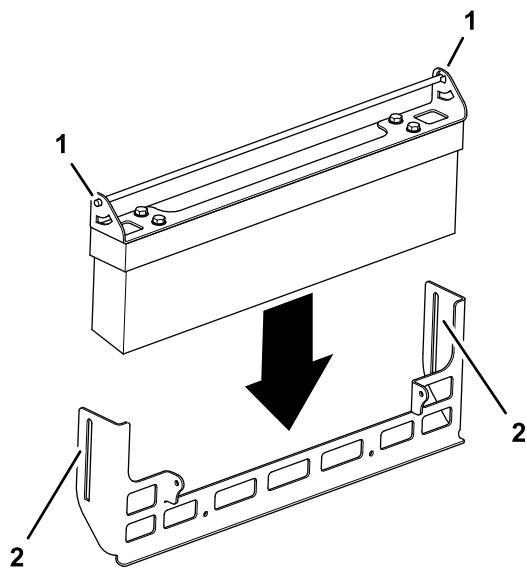

Figura 2
1. Montate la spazzola e la staffa di regolazione della spazzola al supporto spazzola come mostrato nella Figura 2.